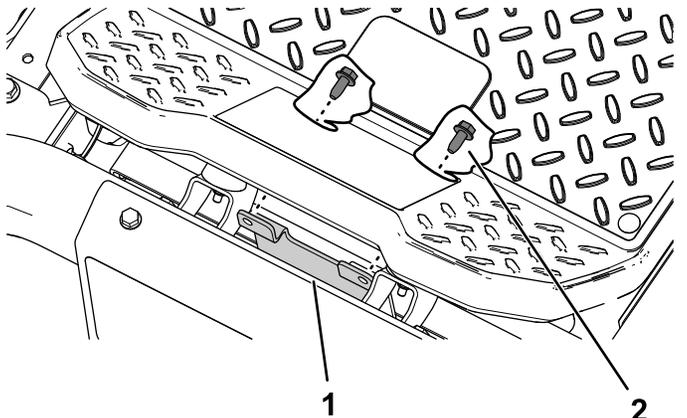

Figura 2
2. Se avete una macchina con **piattaforma MyRide™**, montate la staffa della luce anteriore con le 2 viti autofilettanti (5/16" x 3/4") rimosse in precedenza, come illustrato in **Figura 2**.